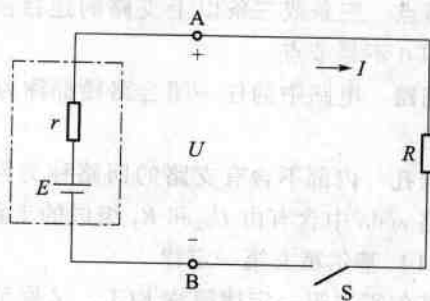

图 1-7 全电路
全电路是指内电路和外电路组成的闭合电路的整体，如图 1-7 所示。图中的点画线线框内代表一个电源，称为内电路。电源内部一般都是有内阻的，这个电阻称为内电阻，用  $r$  或  $R_0$  表示。从电源的一端 A 经过负载  $R$  再回到电源另一端 B 的电路，称为外电路。
**【例题 1-3】** 如图 1-7 所示，电源电动势  $E = 24 \text{ V}$ ，开关 S 闭合后负载  $R$  两端电压  $U_{\text{外}} = 14 \text{ V}$ ，电源内阻  $r = 1 \Omega$ ，求电流  $I$ 、负载电阻  $R$  及电源内电压  $U_{\text{内}}$ 。